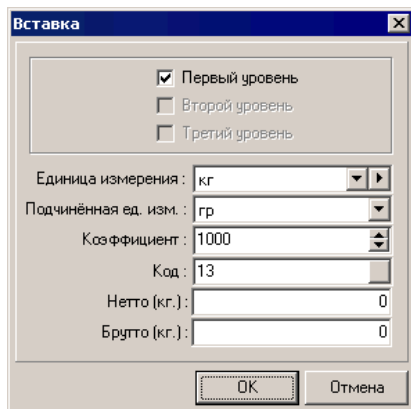

Рис. 160. Соотношение единиц измерения
- В таблице на закладке «Ед. изм.» нажатием правой кнопки мыши вызовите всплывающее меню и выберите в нем пункт «Добавить». В открывшемся окне «Вставка» (рис. 160) заполните следующие поля: